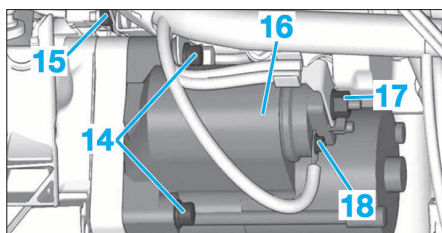

FIG. 10
- Déposer l'écrou (12) avec son réservoir (13).
- Déposer les écrous (17) et (18) (Fig.10).